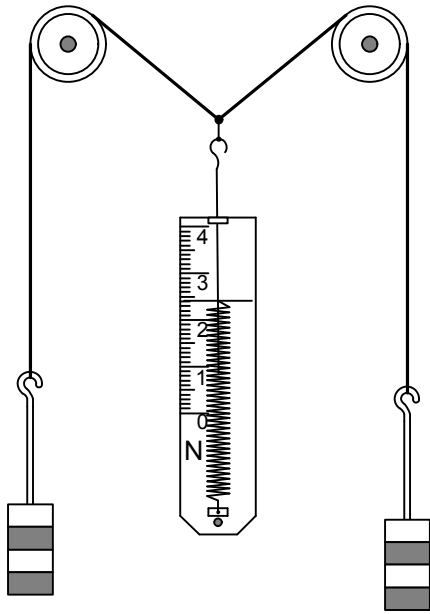

Рис. 5
2. На щиті закріпіть два блоки на відстані 10 – 15 см один від одного. Перекиньте через блоки бавовняний шнур з петлею посередині і прив'яжіть до його кінців однакові важки масою 150 – 200 г. Середину шнура відтягніть динамометром (рис. 5). Відмітьте напрям складових і урівноважуючої сил, зобразіть їх в певному масштабі. Зобразіть рівнодійну – силу, яка дорівнює по модулю і протилежно направлена урівноважуючій силі. Переконайтесь, що рівнодійна є діагоналлю паралелограма, побудованого на складових силах як на сторонах.
Для цієї демонстрації використовується та ж установка, що і в попередньому завданні (рис. 5). Зачепивши крючком динамометра за петлю, переміщуйте блоки, зменшуючи кут між нитками. Динамометр показує значення урівноважуючої сили, яка зі зменшенням кута між нитками поступово зростає. Вона дорівнює сумі складових сил, коли кут зменшується до нуля (для цього блоки розмістіть на різній висоті).